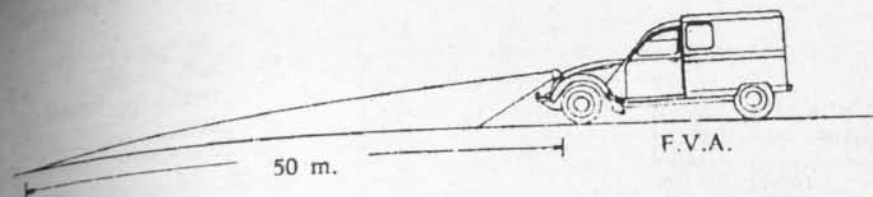

Fig. 4-17.— Regulación de luces bajas, entre 30 y 50 metros
11. Enfoque de faros.— Las luces o faros delanteros se regulan girando la perilla respectiva, ubicada bajo el tablero, a la izquierda del volante de dirección. Girando a la derecha la perilla se bajan los faros, acortando así el alcance del haz luminoso de las luces bajas, que deberán tener un alcance mínimo de 30 m. y máximo de 50 m. (Fig. 4-17). Cuando las luces bajas están correctamente reguladas, también lo estarán las luces largas, que en ningún caso podrán alumbrar muy alto, por el peligro de encandilar a los conductores que corren en sentido contrario. Cuando hay niebla, es conveniente circular con los faros regulados muy bajos.